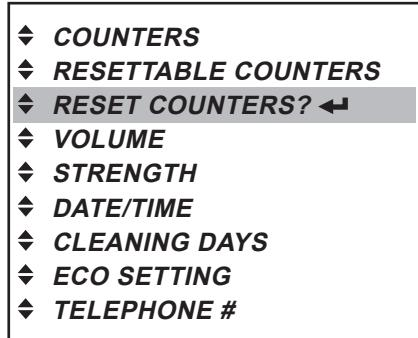

Рис. 34
- Перейдите в режиме оператора к меню «RESET COUNTERS?» (СБРОСИТЬ СЧЕТЧИКИ?) и нажмите кнопку ввода для его вызова (Рис. 34).